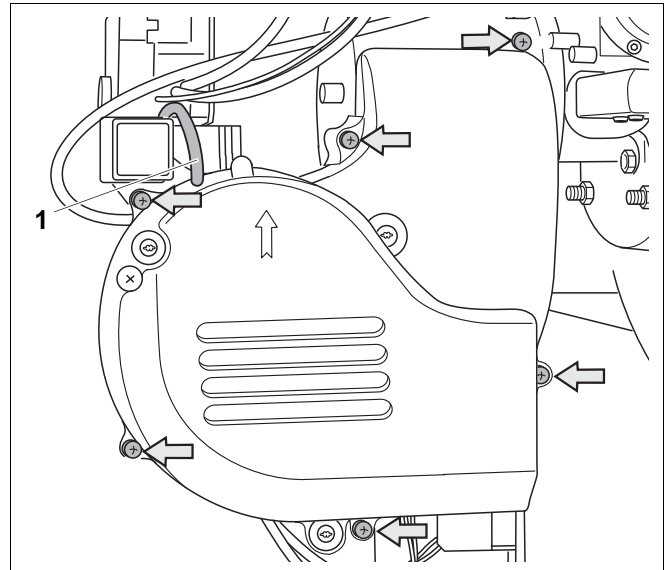

Рис. 66 Демонтаж кожуха крыльчатки вентилятора
Расположение шести крепежных винтов кожуха крыльчатки вентилятора показаны на рис. 66 серыми стрелками.
- Отверните шесть винтов (рис. 66) и снимите кожух крыльчатки вентилятора.
- Отсоедините импульсную линию (рис. 66, **поз. 1**) от отрицательного полюса реле контроля давления воздуха.